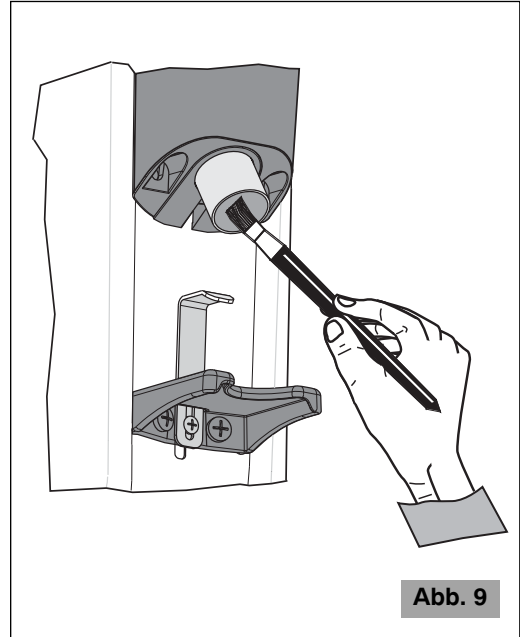

Abb. 9
- Für schwer zugängliche Bereiche eine Bürste oder Pinsel (Abb. 9) zur Reinigung benützen und für die anderen Oberflächen ein trockenes Tuch.